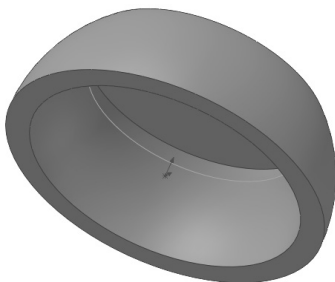
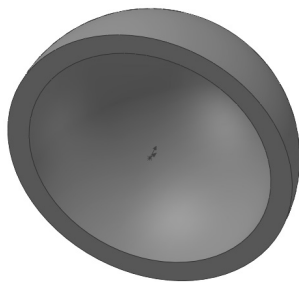

图 9-63 删除面后的实体
图 9-64 删除并修补面后的实体
3) 单击 ✓ (确定) 按钮, 将选择的面删除, 删除面后的实体如图 9-63 所示。
4) 执行“删除面”命令, 可以将指定的面删除并修补。以图 9-63 所示的实体为例, 执行“删除面”命令时, 在“删除面”属性管理器的  (要删除的面) 列表框中, 单击选择图 9-61 所示的面 1; 在“选项”选项组中选择“删除并修补”单选按钮, 然后单击 ✓ (确定) 按钮, 面 1 被删除并修补。删除并修补面后的实体如图 9-64 所示。